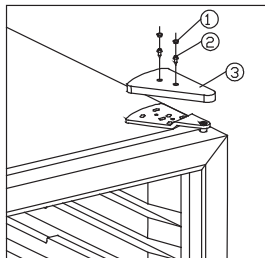
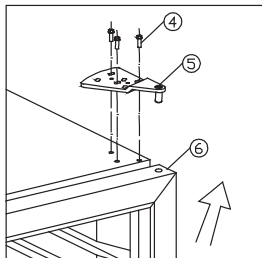
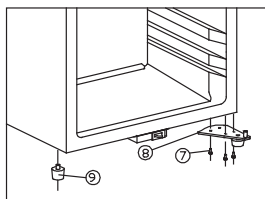
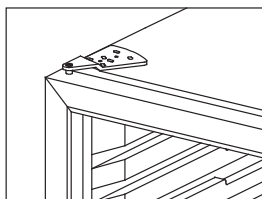

fig. 4.1
fig. 4.2
fig. 4.3
fig. 4.4
- Enlever les bouchons de caoutchouc (1). Voir fig. 4.1.
- Retirez les vis (2) et retirez le cache-charnière (3).
- Retirez les 3 vis (4) qui maintiennent la charnière supérieure et retirez la charnière supérieure (5) en la levant. **SOUTENEZ LA PORTE !** Voir fig. 4.2.
- Retirez la porte (6) en la levant et placez l'armoire sur le dos.
- Retirez les 3 vis (7) qui maintiennent la charnière inférieure (8) . Voir fig. 4.3.
- Démontez pied (9) de l'armoire et remontez-le sur le côté opposé.
- Montez la charnière inférieure sur le côté gauche en utilisant les 3 vis (7).
- Montez la charnière supérieure, le cache-charnière et les bouchons en caoutchouc. Voir fig. 4.4.